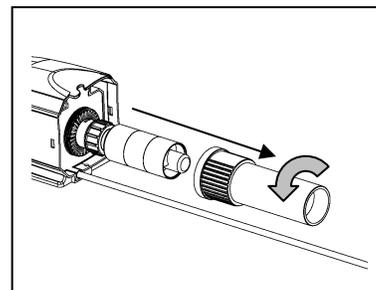

Fig. 12
7. Quite la cubierta de la luz de la bomba girándolo hacia la izquierda y jalándolo de la bomba. Fig. 12